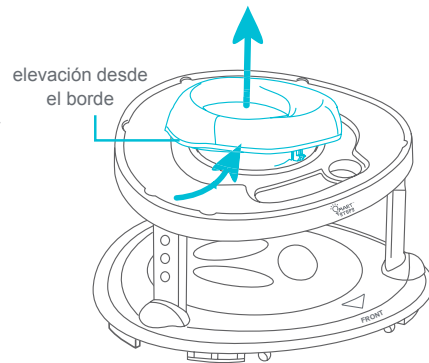

Fig. 13a
- 13 • **EXTRACCIÓN DEL ASIENTO:** Para extraer el asiento, use el borde del asiento para despegarlo de la tapa superior (Fig. 13a).